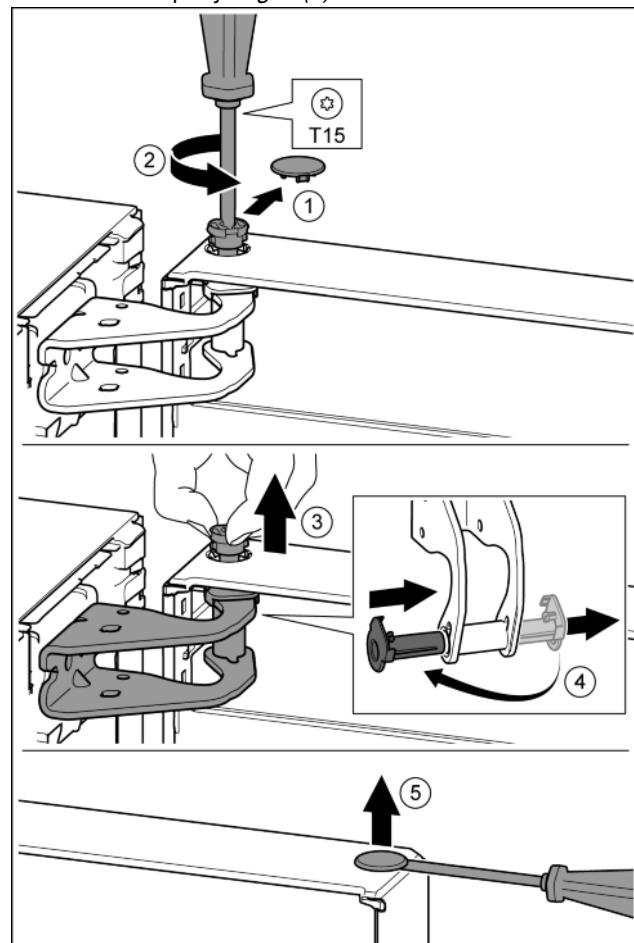

Fig. 8
- Осторожно снять предохранительную крышку. Fig. 8 (1)
- Немного выкрутить палец отверткой T15. Fig. 8 (2)
- Удерживать дверь и вытянуть палец рукой. Fig. 8 (3)
- Опорную втулку вывести из направляющей. Установить и зафиксировать с другой стороны. Fig. 8 (4)